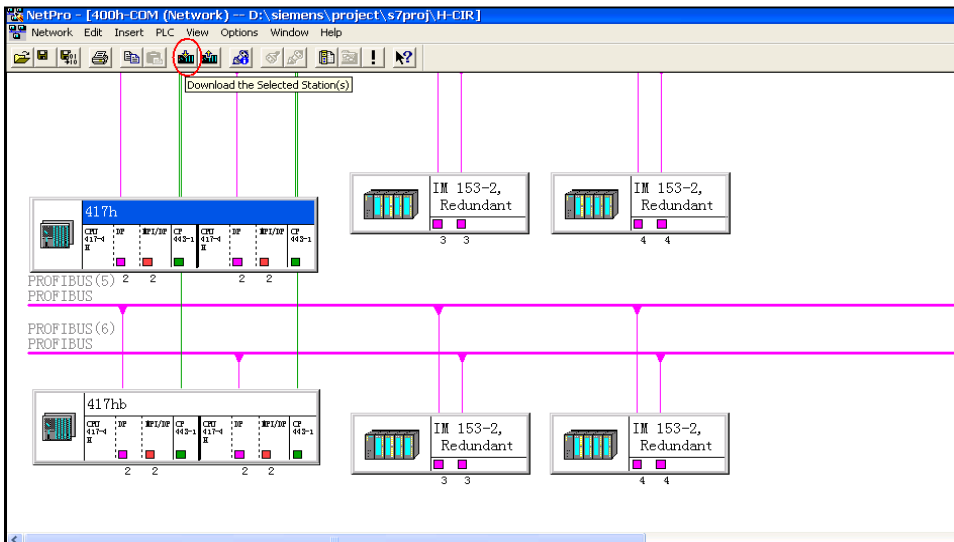

图 3-14 分别下载 417h 站和 417hb 的网络连接
(8)分别下载417h站和417hb的网络连接，如图3-14所示：